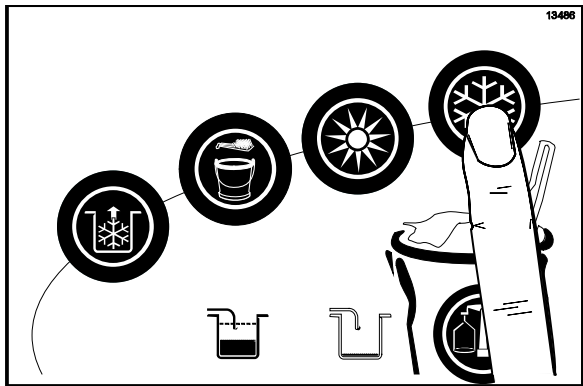

Figure 97
2. Annuler le fonctionnement automatique en appuyant sur le symbole AUTOMATIQUE  (Cf. Figure 97).